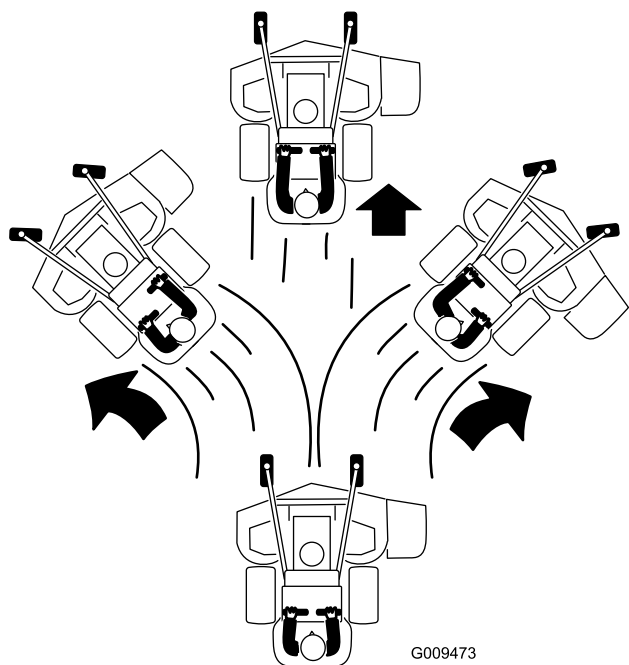

Figura 21
3. Empuje lentamente las palancas de control de movimiento hacia adelante (Figura 21).